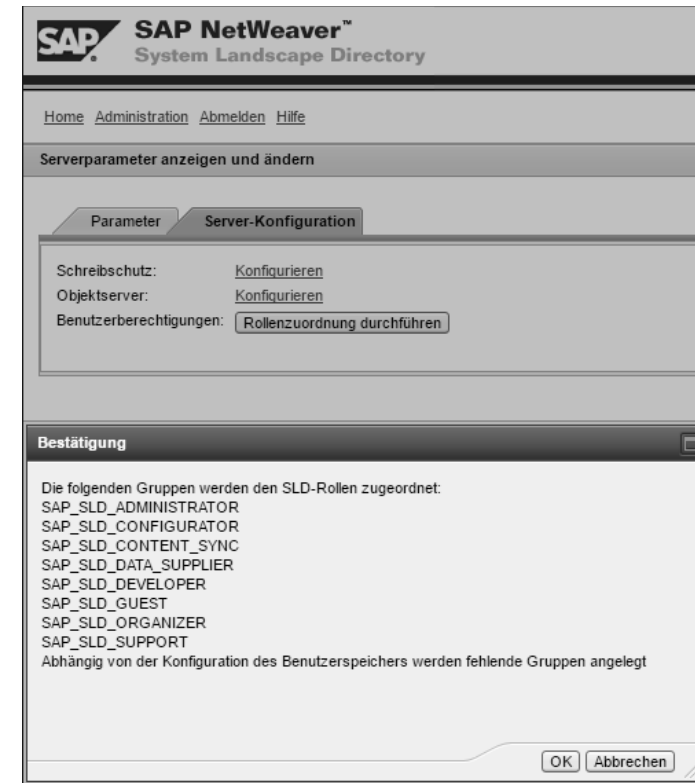

Abbildung 4.9 Bestätigung der Rollenzuordnung
4. Nach dem Ausführen der automatischen Rollenzuordnung erhalten Sie eine Bestätigung mit allen relevanten Standard-SLD-Gruppen, die zu diesem Zeitpunkt die neuen Rollen erhalten haben (siehe Abbildung 4.9).
7. Klicken Sie bei **Schreibschutz** auf **Konfigurieren** (siehe Abbildung 4.9). Damit nur Benutzer mit den entsprechenden SLD-Berechtigungen Änderungen vornehmen können, kann der Schreibschutz für das SLD angepasst werden. Als Standard wird die Option **Kein/keine**, wie in Abbildung 4.10 zu sehen, vorgegeben. Mit dieser Option kann also jeder berechtigte Benutzer Änderungen innerhalb des SLD vornehmen. Weiter kann ein bestimmter Benutzer vorgegeben oder es können alle Benutzer ausgeschlossen werden.